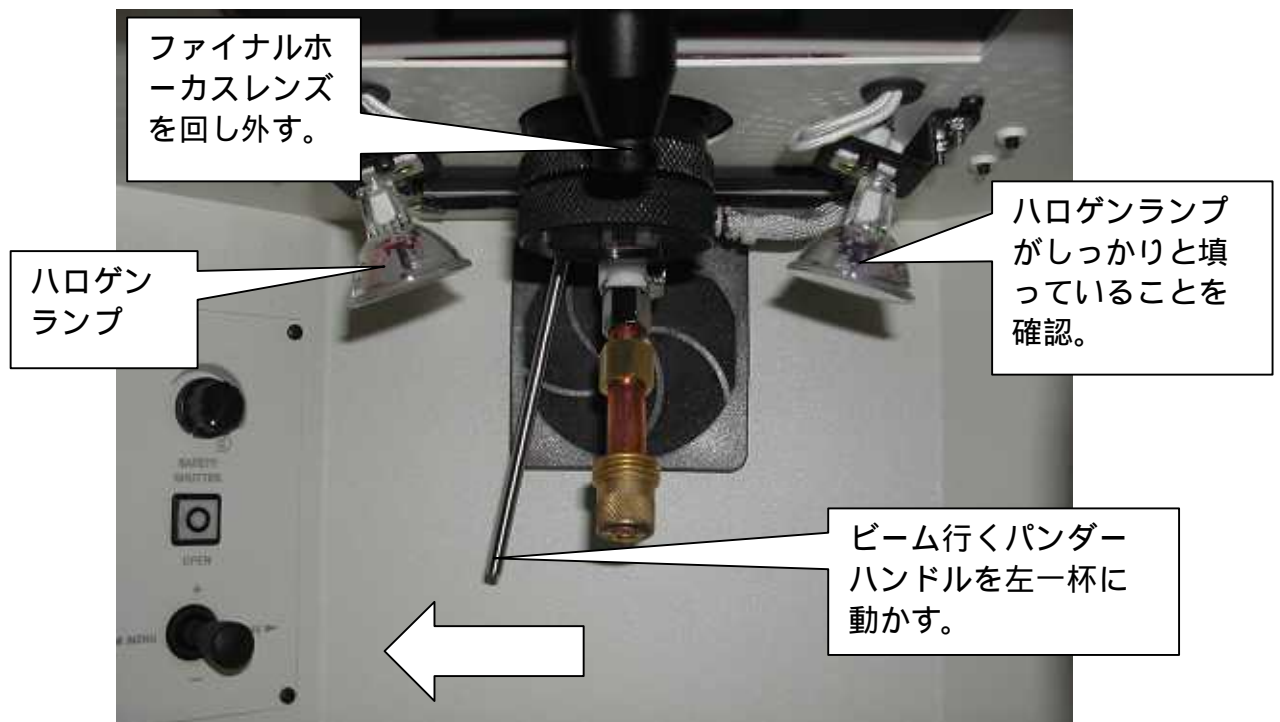

図 4
- ビームイクスパンダーハンドルを左一杯/最小ビーム径で8mmのレンチでハンドルナットを締める。図 4, 5 及び 6